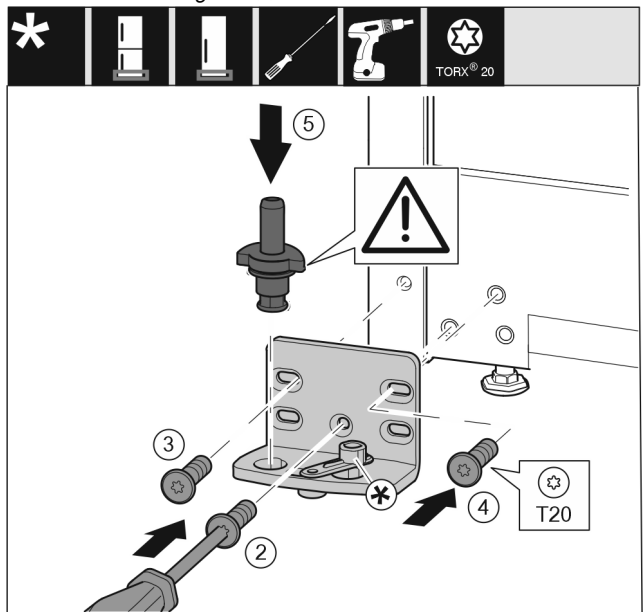

Fig. 36
- Monter lagerbukken på den andre siden, og skru den på med en skrutrekker T20. Begynn med skrue 2 nederst i midten. Fig. 36 (2)
- Skru fast skrue 3 og 4. Fig. 36 (3,4)
- Sett lagerbolten fullstendig på. Pass samtidig på at låsebolten peker bakover. Fig. 36 (5)
- Monter lagerbukken på den andre siden, og skru den på med en skrutrekker T20. Begynn med skrue 2 nederst i midten. (2)*
- Drei lukkedemperforbindelsen 180°. Skru den på på andre siden av lagerbukken med skrutrekker T20. (5)*
- Sett lagerbolten fullstendig på. Pass samtidig på at låsebolten peker bakover. (6)*